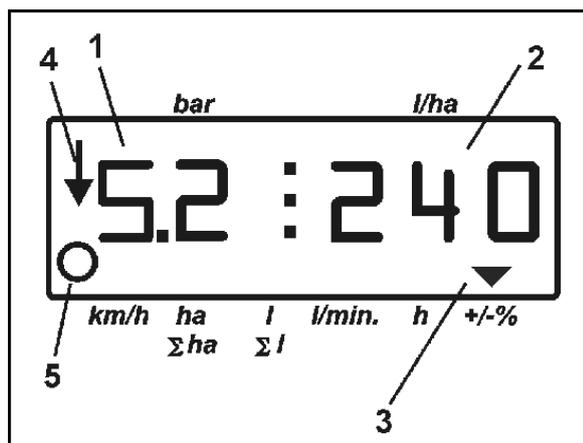

Fig. 13
- Durante a pulverização aparece o ecrã de trabalho. Fig. 13/...
- o Pressão de pulverização (1)
- o Quantidade de aplicação atual (2)
- o Máquina em posição de trabalho (4)